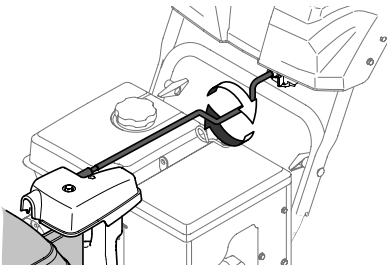

Figure 62
Procédez comme suit pour changer manuellement la direction de la goulotte si votre souffleuse est dotée d'une manette de commande électrique et d'une tige de commande manuelle. Voir (Figure 62).
4. Tenez la portion recourbée de la tige de commande et faites pivoter la goulotte manuellement vers la droite ou vers la gauche. Voir (Figure 62).